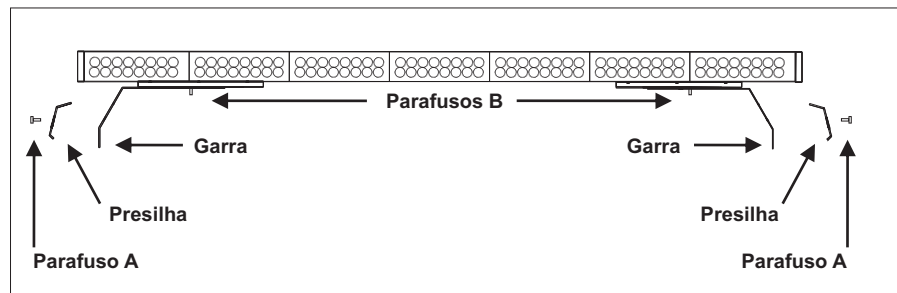

Figura 1
- Afrouxe os parafusos A das presilhas da garras (figura 1);